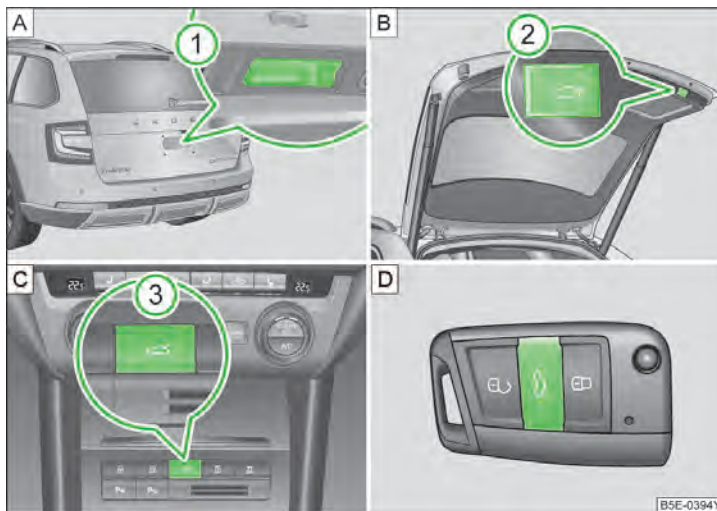

图 51 行李厢盖的操作按钮/ 钥匙上的按钮
- > 按下把手 **1**» 图 51 **A**
- > 按下按钮 **3**» 图 51 **C**。
- > 按下钥匙上的按钮 **4**» 图 51 **D**。
- > 按下按钮 **2**» 图 51 **B**。
- > 按下把手 **1**» 图 51 **A**。
- ▶ 按下按钮 **2** ▶ 图 51 **B**。
- ▶ 按下按钮 **3** ▶ 图 51 **C**。
- ▶ 按住钥匙上的按钮 ▶ 图 51 **D**。
- ▶ 按下把手 **1** ▶ 图 51 **A**。
按下按钮 **2** ▶ 图 51，见第 49 页 **B** 超过 3 秒钟。
厢盖对于开启信号不作出回应	清除可能的障碍物（比如雪），重新打开厢盖» 第 49 页 按下手柄 1 » 图 51，见第 49 页 然后向上拉动厢盖